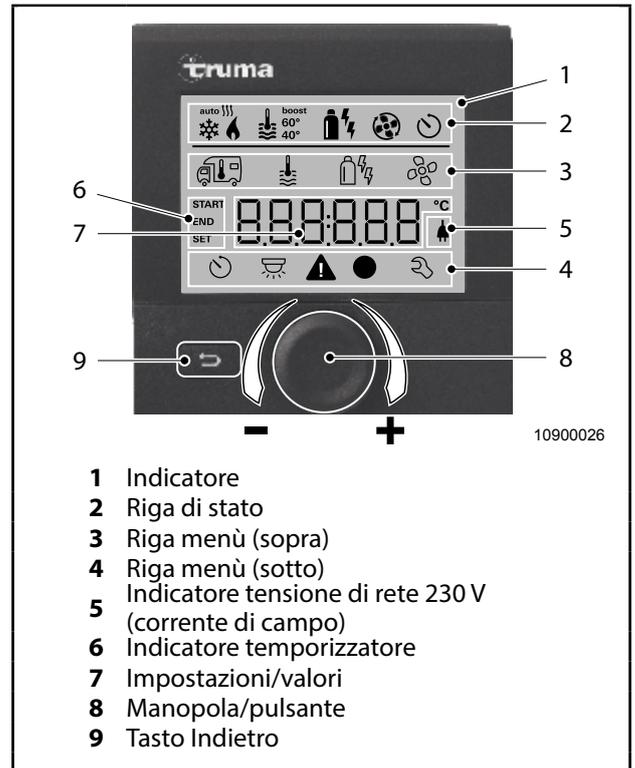

Fig. 43 Unità di comando Truma CP plus (accessorio speciale)
La manopola/pulsante (Fig. 43, pos. 8) serve per selezionare i menù oppure per modificare i valori da impostare.
Con il tasto Indietro (Fig. 43, pos. 9) ritornate al menù precedente o alla visualizzazione precedente.